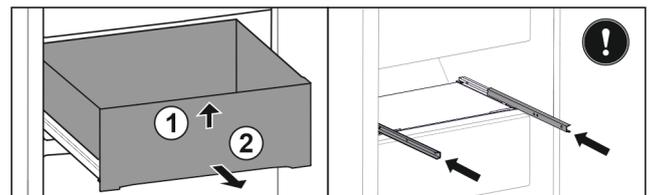

Fig. 125
- Soulever la partie avant du tiroir. Fig. 125 (1)
- Retirer le tiroir par l'avant. Fig. 125 (2)